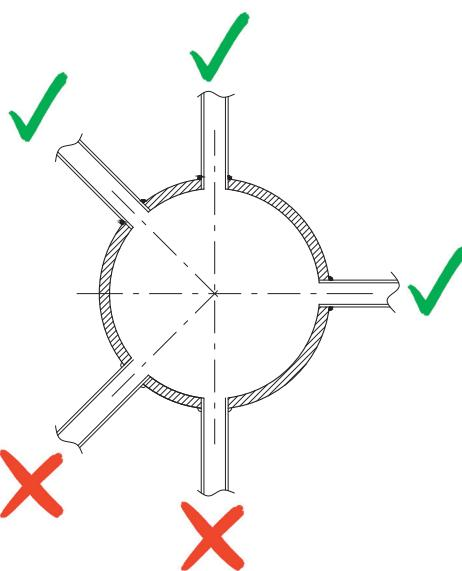

Fig. 6.9. Conexiones soldadas de la tubería
- las conexiones de la conexión neumática estén siempre soldadas a la parte superior o al eje horizontal de la propia tubería (véase Fig. 6.9);